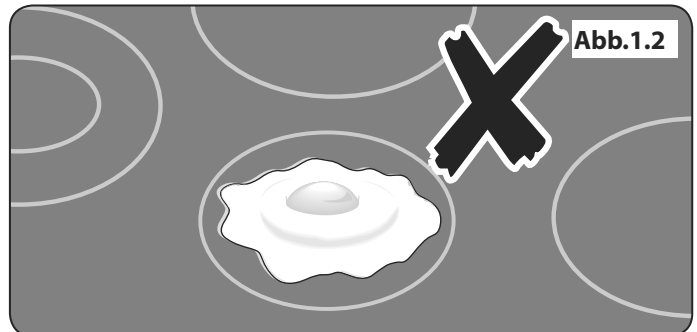

Abb.1.2
-  **Kochen Sie niemals direkt auf der Fläche (**“Abb.1.2”**).**